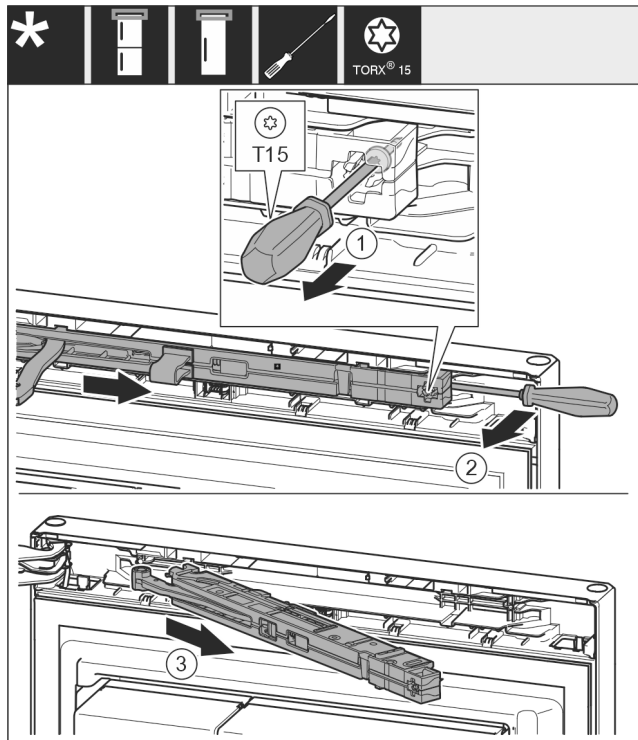

Fig. 11
- ▶ Schroef op de sluitdempereenheid met schroevendraaier T15 ca. 14 mm losdraaien. Fig. 11 (1)
- ▶ Een schroevendraaier aan de kant van de handgreep achter de sluitdempereenheid plaatsen en eenheid naar voren draaien. Fig. 11 (2)
- ▶ Sluitdempereenheid eruit trekken. Fig. 11 (3)